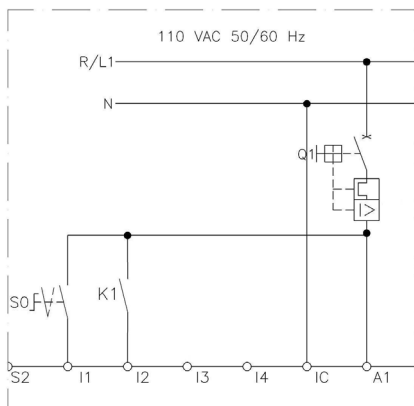

Figura 5.3 - Detalle de la modificación para accionamiento utilizando entradas digitales en 110 Vac
Para la unidad de control (UC) con entradas digitales en 110 Vca es destacada la modificación del esquema en la figura 5.3.